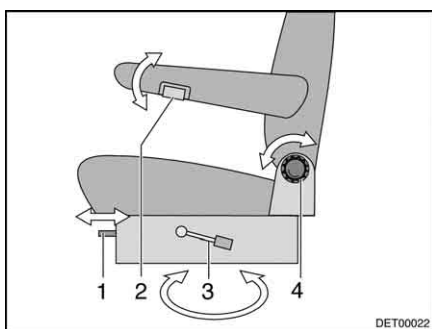

Fig. 20 Siège conducteur et siège passager
- Tirer sur le levier (Fig. 20,3) pour faire pivoter le siège. Le siège est libéré du dispositif de blocage.